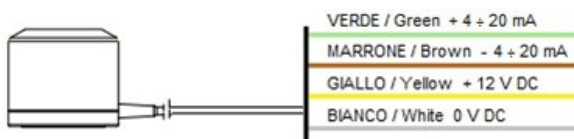
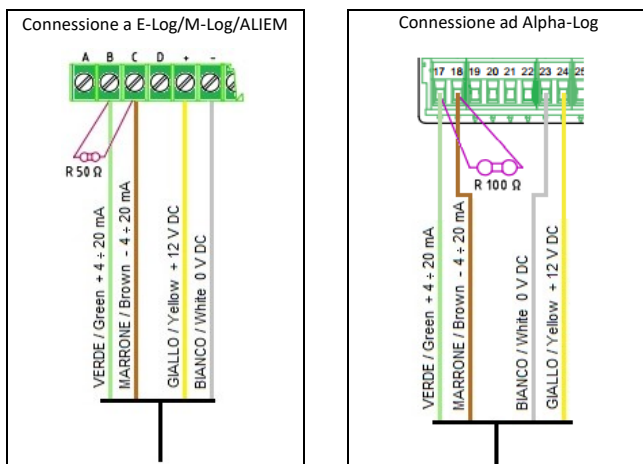

Fig. 1.
Fig. 2
- Se si dispone del data logger LSI LASTEM, eseguire il collegamento come indicato in Fig. 2. In caso contrario, è necessario collegare un amperometro ai fili di uscita: il cavetto rosso (+) al filo verde, mentre il cavetto nero (-) al filo marrone. Inoltre, collegare un alimentatore a 12 V DC ai fili giallo (+) e bianco (0) come indicato in Fig. 1.
- If you have the LSI LASTEM data logger, connect it as indicated in Fig. 2. Otherwise, it is necessary to connect an ammeter to the output wires: the red wire (+) to the green wire, while the black wire (-) to the brown wire. Additionally, connect a 12 V DC power supply to the yellow wire (+) and the white wire (0) as indicated in Fig. 1.